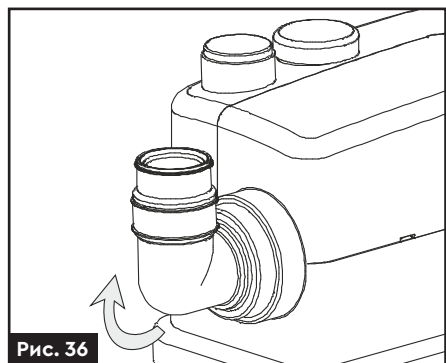

Рис. 36
6. На встановлений адаптер надіньте гнучкий кутовий напірний перехідник (**рис. 36**).